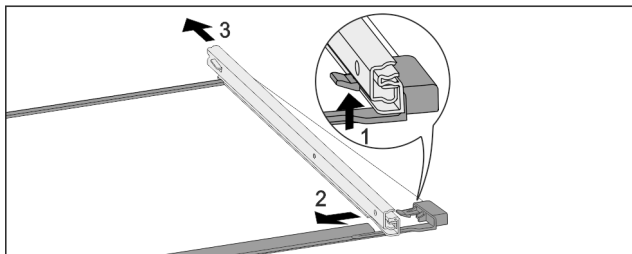

Fig. 205 Стъклена плоча с релси
- ▶ Натиснете нагоре предните фиксиращи палци. Fig. 205 (1)
- ▶ Плъзнете изтеглящата релса настрани Fig. 205 (2) и назад Fig. 205 (3).